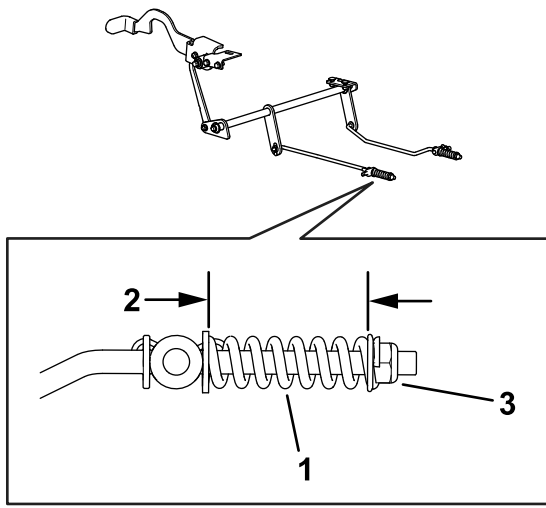

Figura 58
8. Verifique ambos os comprimentos da mola como se mostra na Figura 58. Se for necessário ajustar, rode a porca de retenção da mola no sentido dos ponteiros do relógio para encurtar a mola e no sentido contrário para a deixar mais comprida. Repita o passo 6.